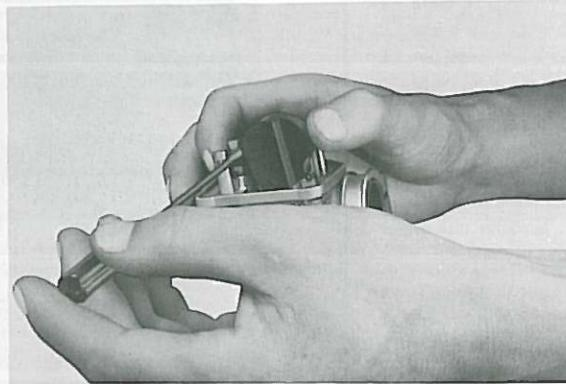

Fig. 4-2-16
- f. To correct float arm height, bend the tang a slight amount as required. (Fig. 4-2-16)
- f. Le réglage du niveau s'effectue en courbant légèrement la lamelle du flotteur. (Fig. 4-2-16)
- f. Um die Schwimmerhalterhöhe zu berichtigen, ist der Arm leicht nach den Erfordernissen zu biegen. (Fig. 4-2-16) Beide Arme des Schwimmerhalters müssen dieselbe Höhe aufweisen, andernfalls muß eine Berichtigung vorgenommen werden.